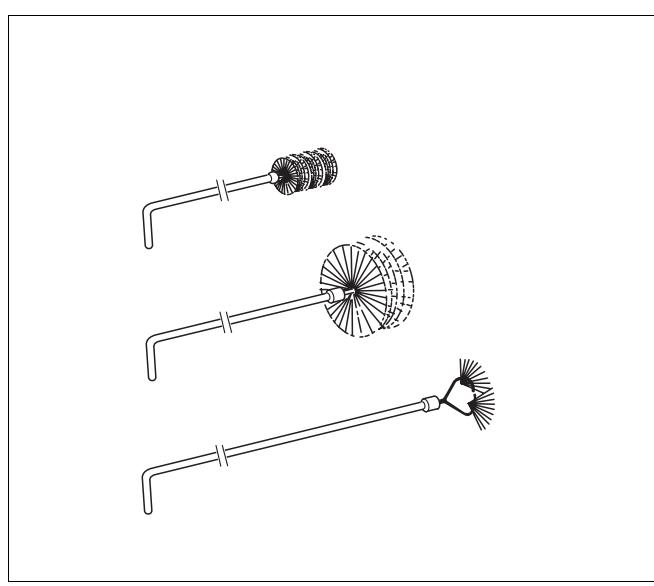
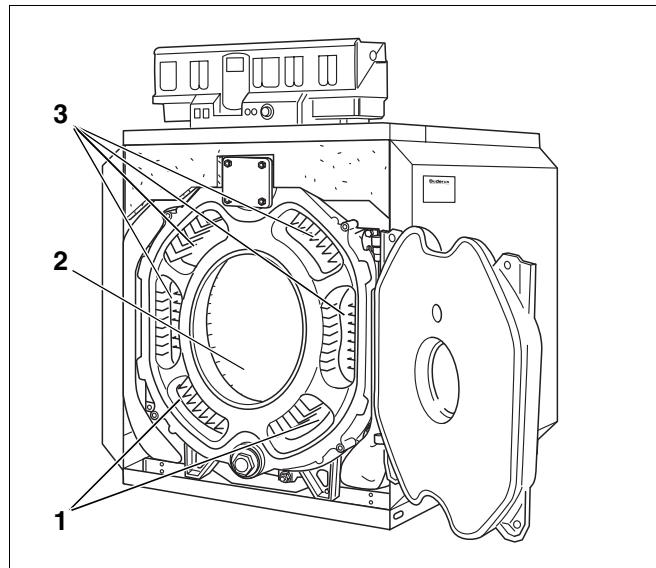

Рис. 53 Щетки для чистки
Рис. 54 Чистка дымовых каналов
Фирма **Buderus** предлагает различные типы щеток, показанные на рис. 53 (дополнительная комплектация).
- Газоотводящие каналы (рис. 54, поз. 1 и 3) следует прочищать щетками 1 и 2 (рис. 53) спереди назад.
- Остальные поверхности топочной камеры (рис. 54, поз. 2) чистят щеткой 2.
- Нижние каналы дымовых газов чистят спереди щеткой 2 (рис. 54, поз. 1).